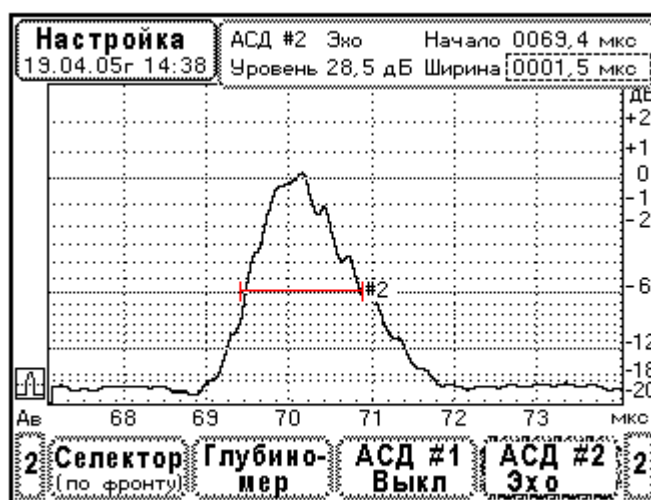

Рис. 10.6.13.1. Определение длительности эхосигнала преобразователя.
3. Регулируя ширину и сдвиг развертки (меню «Экран») установите эхосигнал по центру экрана и максимально растяните его (Рис. 10.6.13.1.). Амплитуду эхосигнала установите на стандартный уровень (0дБ по разметке экрана).
4. Выберите меню «АСД#2». Пользуясь элементами меню, установите положение строба на уровень -6дБ, начало и конец строба совместите с передним и задним фронтами эхосигнала (Рис. 10.6.13.1.). В этом случае ширина строба АСД#2 равна длительности эхосигнала на уровне -6дБ от максимума.